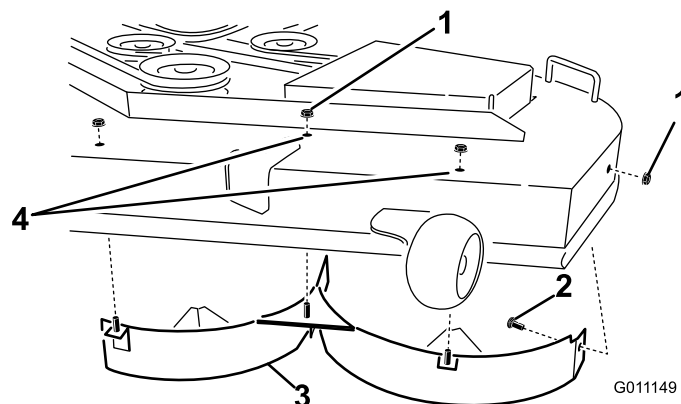

Figura 36
6. Rimuovete i tre dadi di bloccaggio (5/16 pollice) fissati sui perni saldati del deflettore sinistro in posizione centrale, a sinistra del centro ed estrema sinistra sulla parte superiore del piatto di taglio (Figura 36). Rimuovete il bullone a testa tonda e il dado di bloccaggio che fissano il deflettore sinistro al lato del piatto di taglio.
7. Staccate il deflettore sinistro dal piatto di taglio come illustrato nella Figura 36.
8. Trovate i due bulloni nelle parti sciolte e utilizzate i dadi di bloccaggio presenti. Montate questi elementi di fissaggio nei fori illustrati nella Figura 36, sul piatto di taglio, per prevenire il rischio di detriti volanti. Montate il bullone inserendolo dalla parte interna del piatto di taglio e fissatelo con un dado di bloccaggio presente montato sulla parte superiore esterna del piatto.